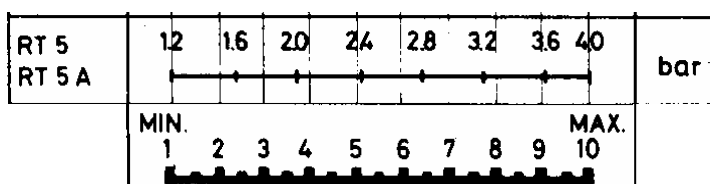

Fig. 4
- a) Tourner la poignée (1) jusqu'à ce que l'index de l'échelle (2) arrive à la valeur de pression à laquelle on veut faire partir le brûleur;
- a) Enlever le couvercle du pressostat et mettre le tambour (3) sur la valeur choisie pour le différentiel (arrêt brûleur) sur la base du diagramme de la Fig. 4.